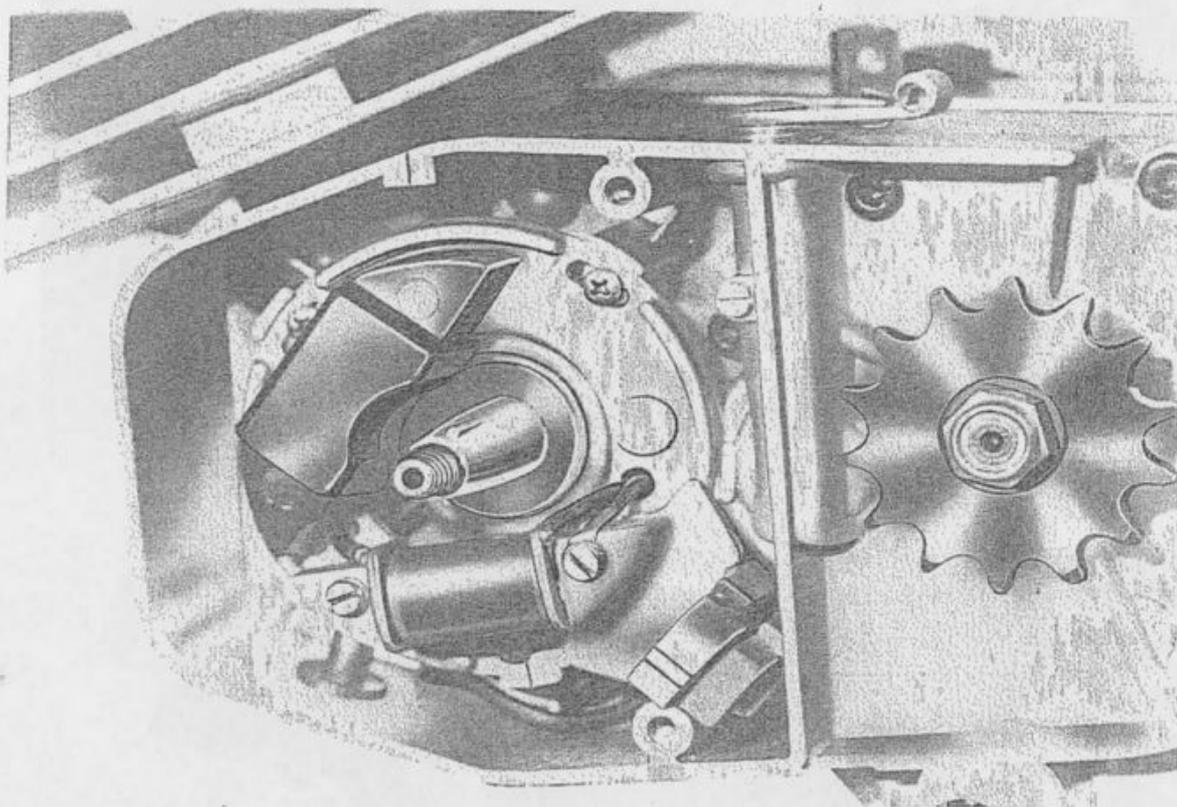

Fig. 8 - Segno di riferimento
- Rimuovere lo «statore» fissato al basamento motore da 3 viti. Prima della rimozione, effettuare un segno di riferimento (l) tra la base dello statore ed il carter, per poterlo rimontare nella stessa posizione, durante l'operazione di montaggio (fig. 8). Togliere la chiavetta dall'albero motore.